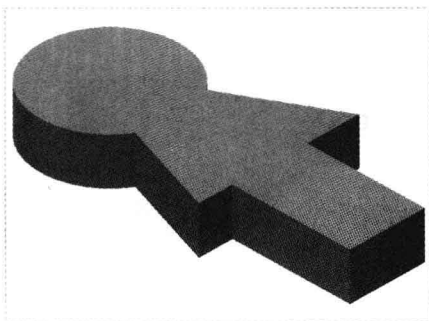

图 4-22 图形文件
Step 01 按【Ctrl+O】组合键,打开图形文件,如图4-22所示。